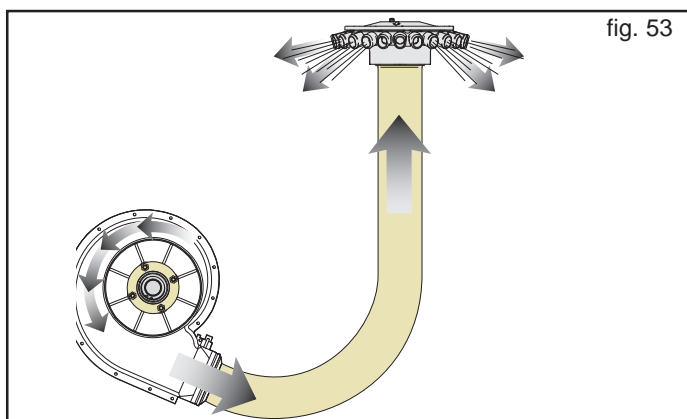
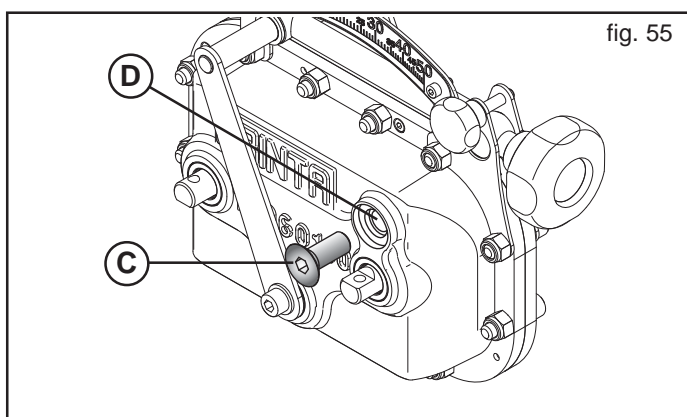

fig. 53
fig. 55
A INIZIO STAGIONE	<ul style="list-style-type: none"> <li>- Controllare che la trasmissione ruoti liberamente senza interferenze.</li> <li>- Azionare l'attrezzatura a vuoto, il flusso dell'aria libera le condutture dalla presenza di condensa e rimuove eventuali impurità (Fig. 53).</li> <li>- Ogni stagione, effettuare il cambio completo dell'olio del cambio con il tipo "AGIP EXIDIA HG 68" (Kg. 0,7):               <ol style="list-style-type: none"> <li>1) togliere il tappo (C, Fig. 55);</li> <li>2) dallo scarico (D), svuotare completamente l'olio del cambio e raccoglierlo in un idoneo contenitore;</li> <li>3) inserire il nuovo olio (Kg. 0,7) e chiudere con il tappo.</li> </ol> </li> </ul>